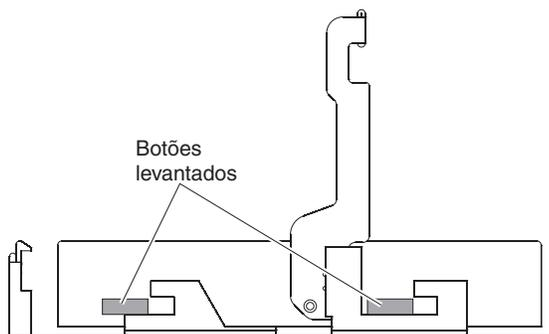

Figura 70. Alinhando a unidade
- b. Alinhe os dois botões levantados em cada lado sobre a fenda correspondente no canal de unidade na gaveta, conforme mostrado na Figura 70.